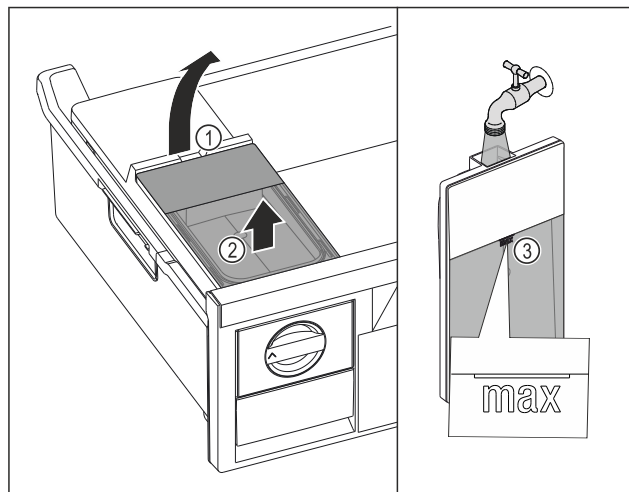

Fig. 70
- Wassertank an der Aussparung Fig. 70 (1) anheben.
- Wassertank nach oben entnehmen. Fig. 70 (2)
- Wassertank bis zur Markierung Fig. 70 (3) mit Trinkwasser befüllen.